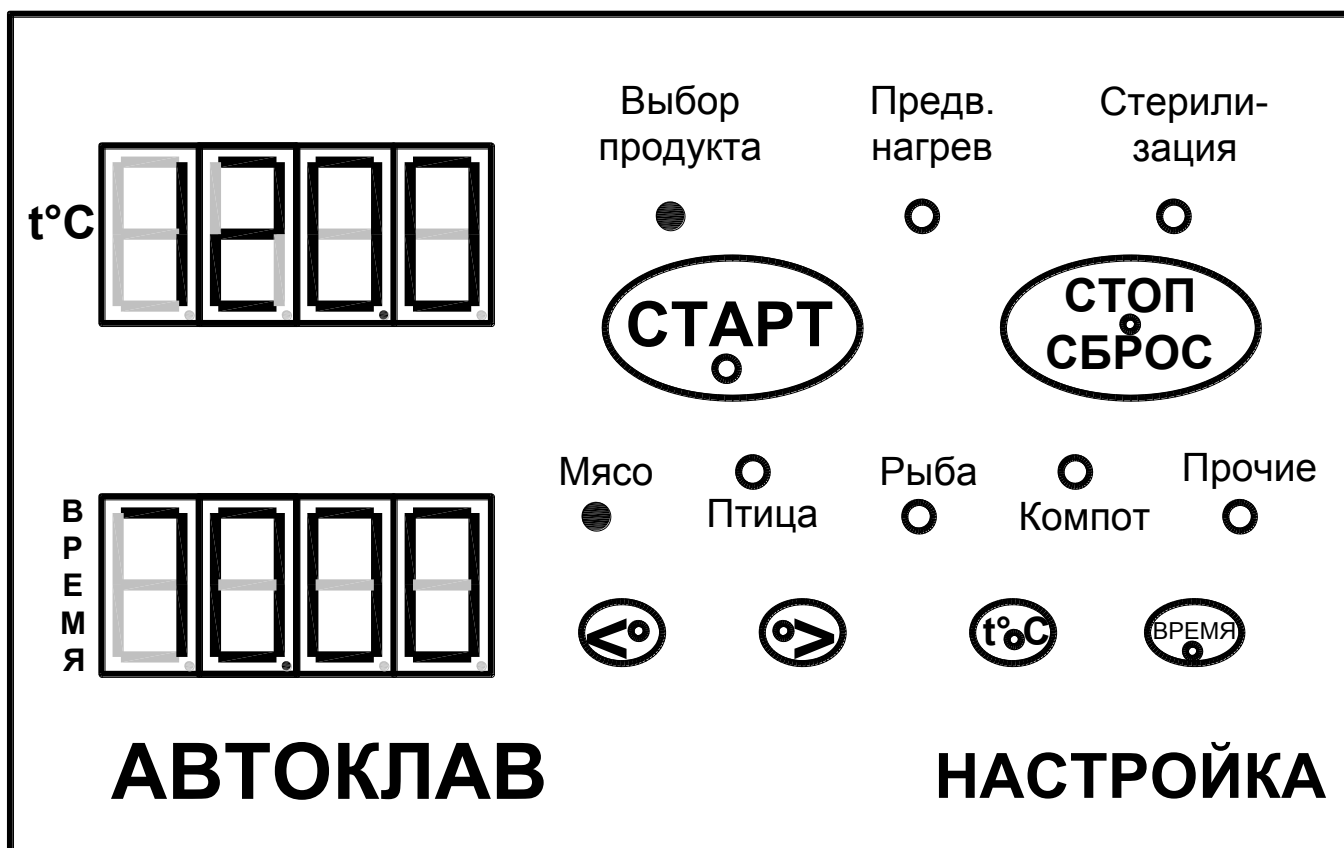

Рис. 4. Лицевая панель ЭБУ
5.2. ЭБУ состоит из микропроцессорного блока с цифровой индикацией. На лицевой панели (рис.4) находятся органы управления и индикации.
ЭБУ подключится к электроэнергии и перейдёт в режим выбора продукта (засветится светодиод «Выбор продукта» (рис.4). На верхнем цифровом табло высвечивается температура стерилизации, а на нижнем – время стерилизации, например мяса – температура 115 °С, время 40 минут (горит светодиод «Мясо») см. рис. 4. Автоклав запоминает параметры последней стерилизации (дистилляции).
6.12. Выбрать необходимый продукт , , , , нажимая одну из двух кнопок выбора продукта. Должен светиться светодиод на лицевой панели (рис.4) соответствующий выбранному продукту, например «Рыба», а на цифровых табло засветятся режимы стерилизации «Рыба» -